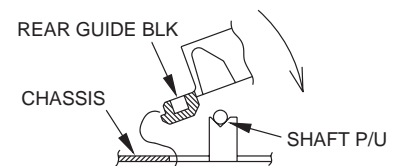

Fig. 6-5
- Reinstall the REAR GUIDE BLK after hooking the 2 claws on the chassis. (Fig. 6-5).
- REAR GUIDE BLK は、2 箇所ツメをシャーシに引っ掛けてから取り付ける。(Fig. 6-5)